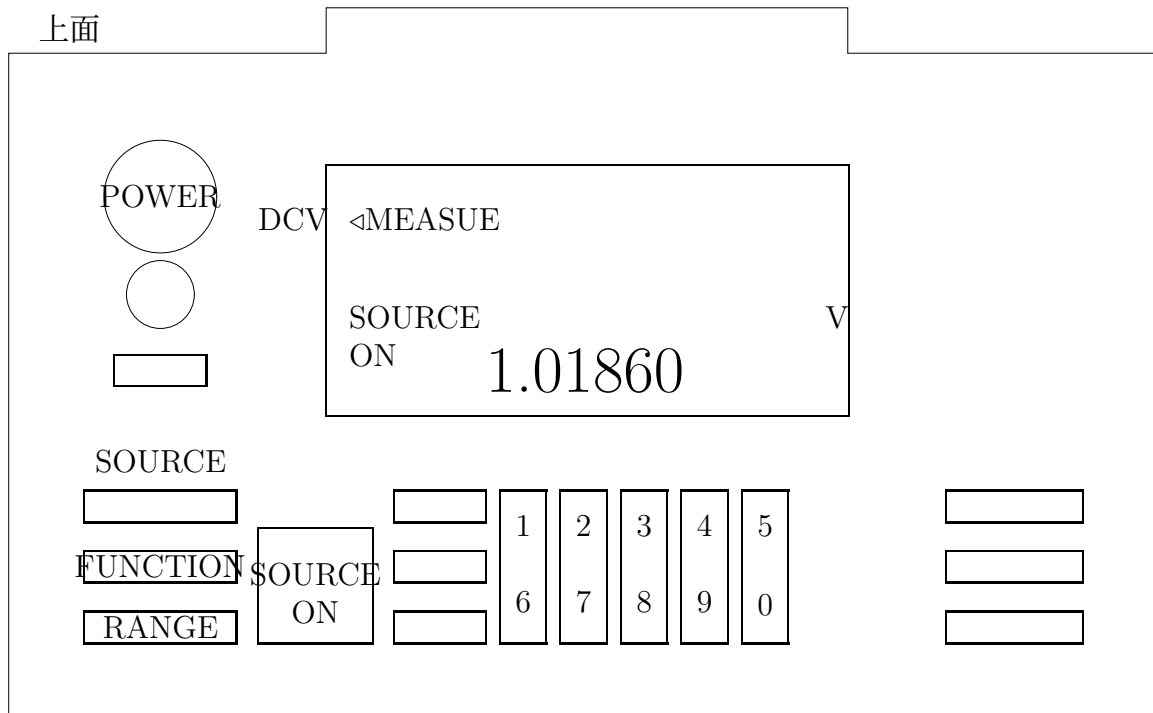

図 2.3: コンパクトカル
電位差計への標準電圧供給にはコンパクトキャルを用いる。(図 2.3 参照)
5. 図 2.3 の "1" から "0" までのキーを使用して液晶表示部の "0.00000" を "1.01860" の表示に変える。